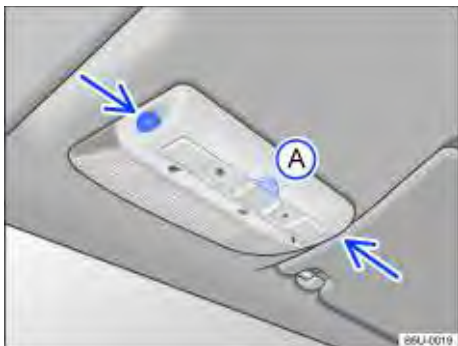

Fig. 30 No console do teto: sensores de monitoramento do interior do veículo e tecla (A) para desligar o monitoramento do interior do veículo.
O monitoramento do interior do veículo dispara o alarme com o veículo travado, se reconhecer movimentos no interior do veículo. O sensor e o receptor estão localizados no conjunto da lanterna de leitura ⇒ Fig. 30 (setas).
- Pressionar a tecla ⇒ Fig. 30 (A). No instrumento combinado, a luz de controle  permanecerá acesa.